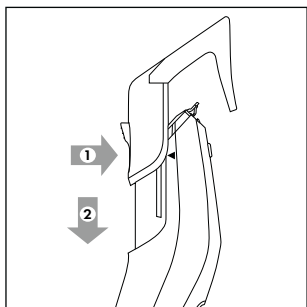

Fig. 2
- ◆ For at påsætte en kamopsats **10/11**, skal du trykke på under skærehovedet **1** på apparatet. Vær opmærksom på styreskinne **3** til venstre og højre. Skub kamopsatsen **10/11** ned langs styreskinne **3** (se fig. 2). Hold samtidig knappen bag på kamopsatsen **10/11** trykket inde.